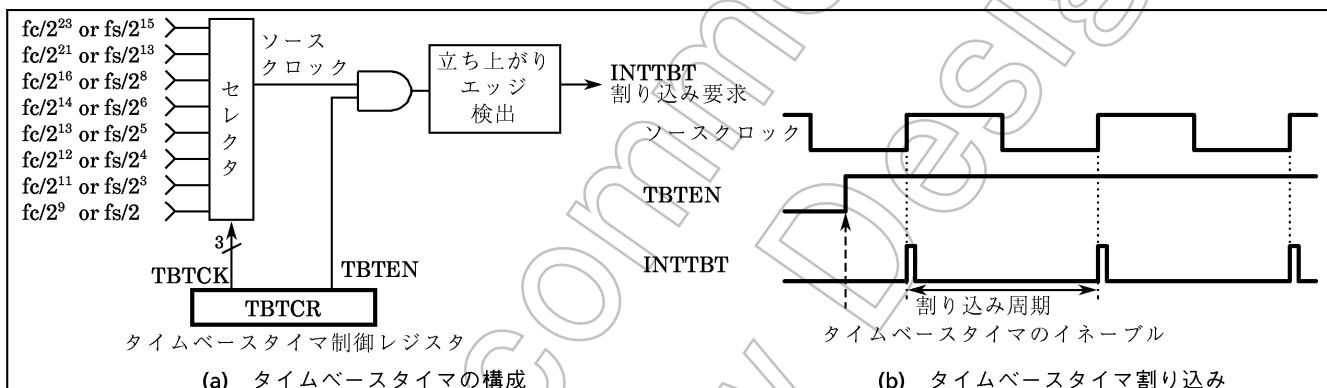

図2-9. タイムベースタイマ
- 注1) デバイダはプログラムでクリアされませんので、最初の割り込みに限り設定した割り込み周期よりも早く割り込みが発生することがあります(図2-9 (b) 参照)。